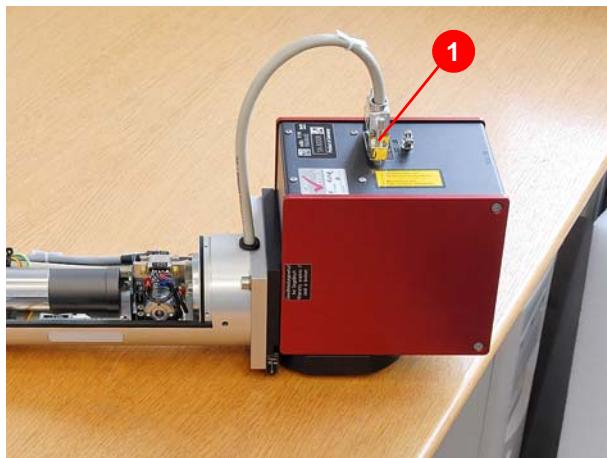

Abbildung 8.1 Anschlußstecker Galvokopf
1. Anschlußstecker des Galvokopfes (1) (Abbildung 8.1) lösen und abziehen.